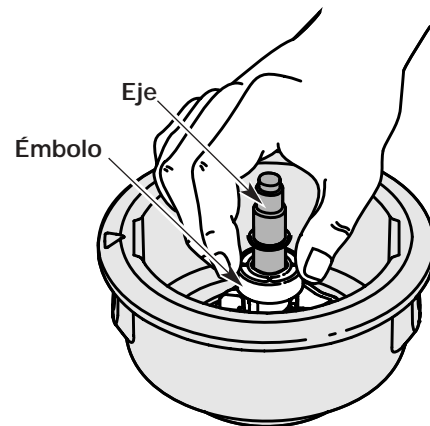

Fig. 26
5. Limpie el eje y la superficie interior de la bobina exterior. Para limpiar el eje debajo del émbolo, empuje el émbolo hacia abajo (Fig. 26). Saquee toda la suciedad o residuos del eje.